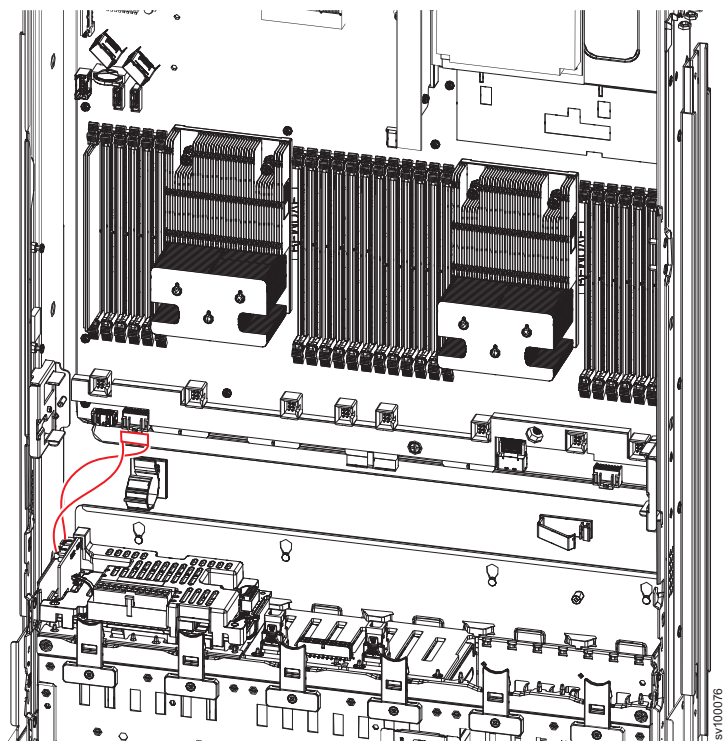

Figura 155. Cabo sensor de energia do painel traseiro de bateria do 2145-SV1
4. Remova o cabo sensor de energia entre o painel traseiro da bateria e a placa mãe, conforme mostrado em Figura 155 na página 195.